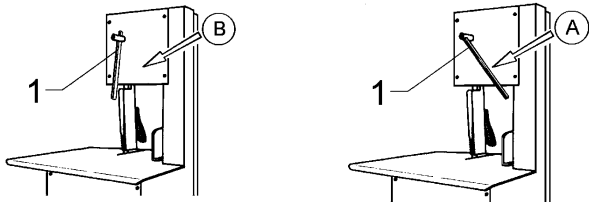

图7.6.1
7.6.1 - 锯条张紧度设定 (图7.6.1)
可通过转动手柄“1”来调节刀片的张紧度. 旋转手柄在位置“A”(图7.6.1) 刀片被拉紧。要旋松刀片，旋转旋钮至位置“B”。